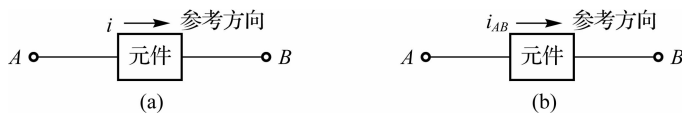

图 1-9 电流参考方向的表示
(4) 电流的实际方向: 正电荷运动的方向。
(5) 电流的参考方向: 任意假定的电流方向。
(6) 电流参考方向的表示。
① 用箭头表示: 箭头的指向为电流的参考方向, 如图 1-9(a) 所示。
② 用双下标表示: 如 i_{AB} , 电流的参考方向由 A 指向 B, 如图 1-9(b) 所示。